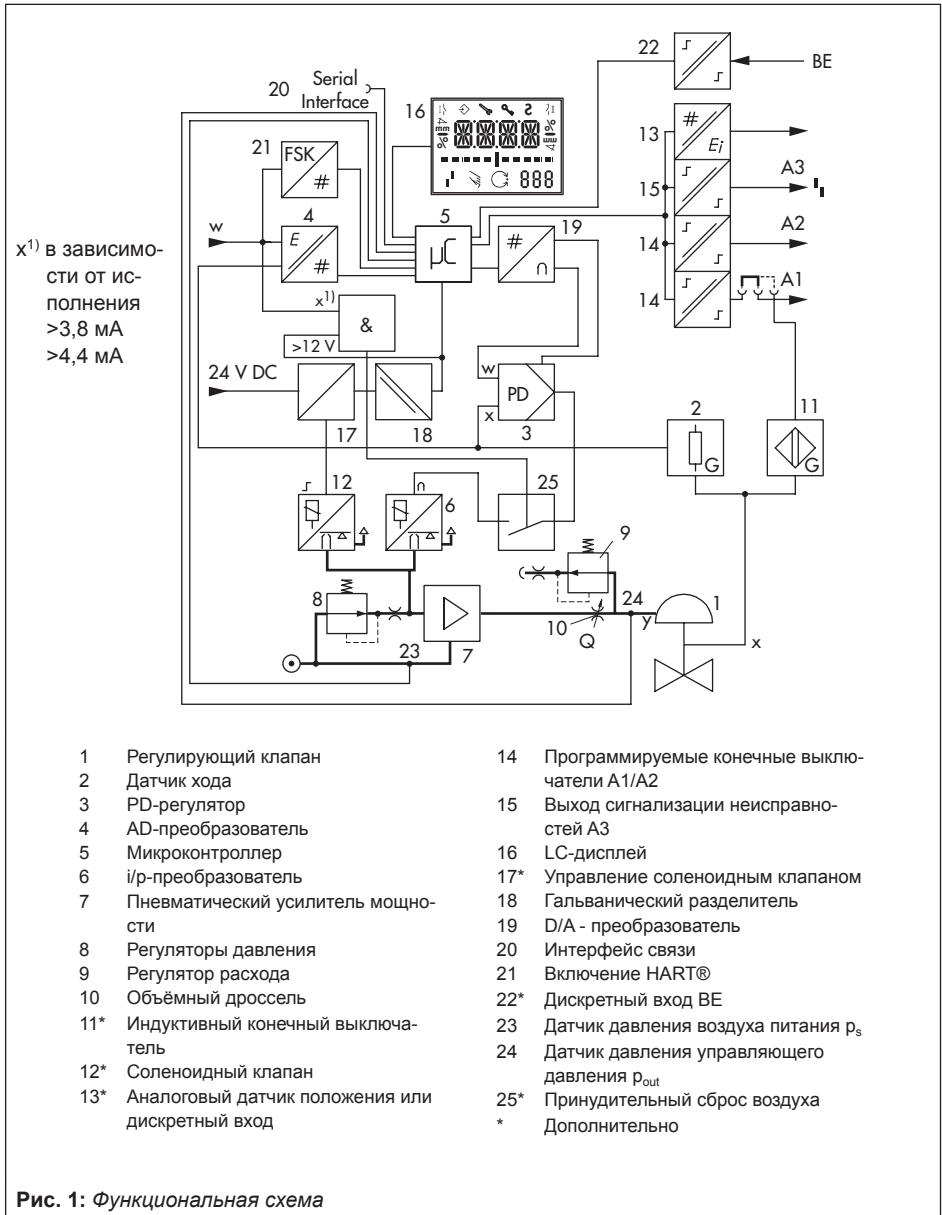

Рис. 1: Функциональная схема
*i/p*-преобразователь отключается, если величина входного тока позиционера на клеммах +11/–12 опускается ниже 3,8 мА или 4,4 мА в зависимости от прибора (необходимый диапазон сигнала составляет от 4 до 20 мА); см. рис. 1.
*i/p*-преобразователь и соленоидный клапан (при наличии) отключаются, если напряжение на клеммах +81/–82 падает ниже 12 V (необходимое входное напряжение составляет 24 V DC); см. рис. 1.